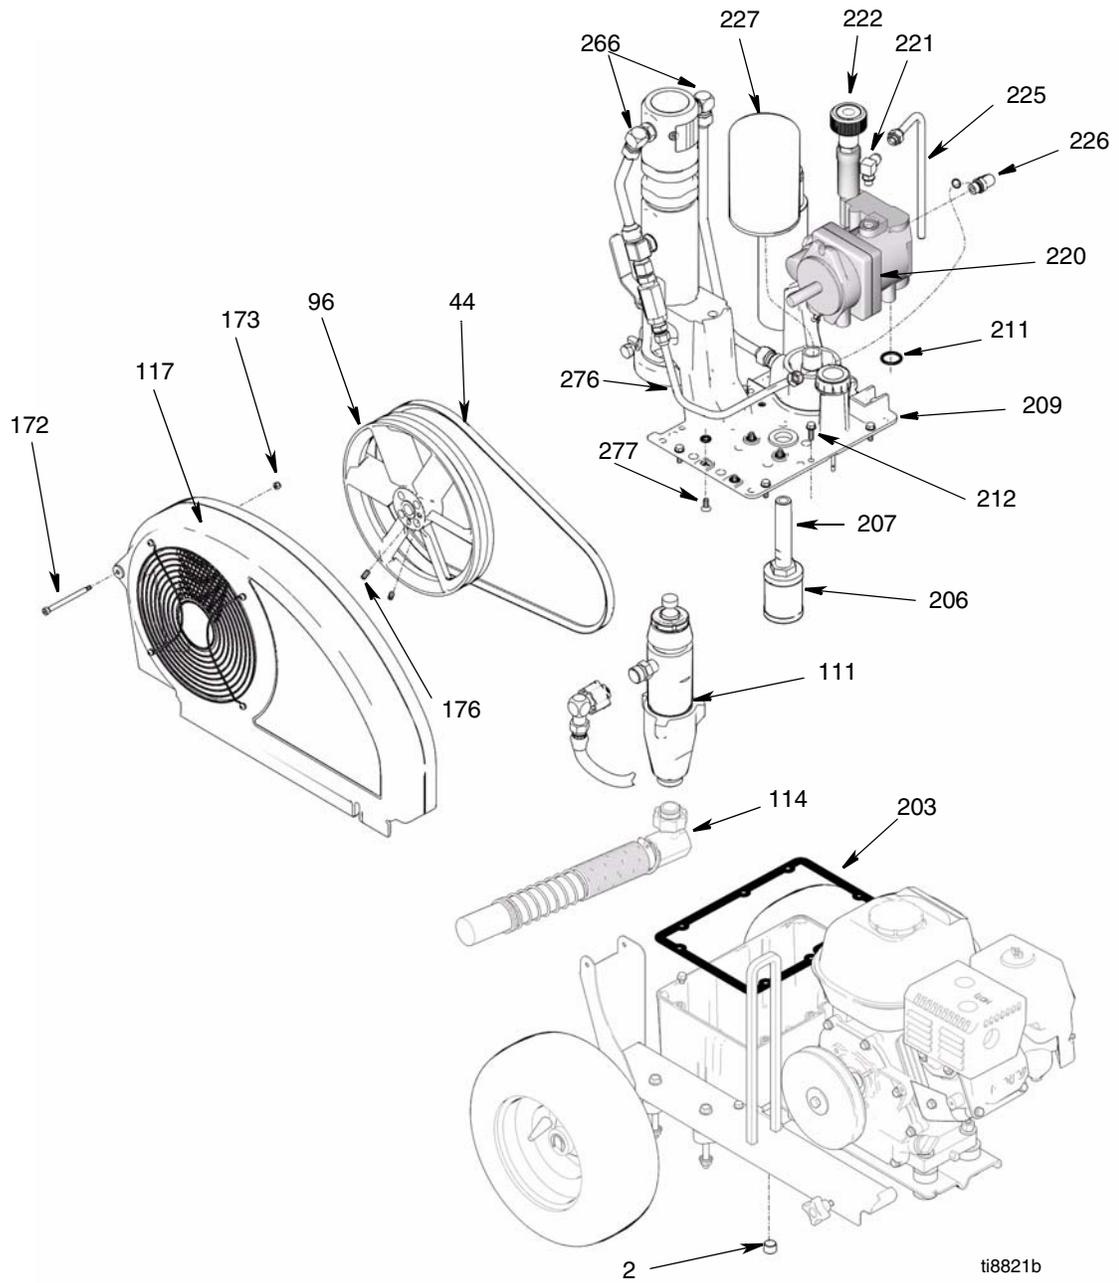

FIG. 2
3. Retire el tapón de drenaje (2) y el filtro de aceite (227) y espere hasta que se drene el aceite hidráulico.
4. Fig. 2. Desconecte el tubo de aspiración (114).
5. Desconecte la bomba (111), página 15.
6. Retire el tornillo (172), la tuerca (173) y la protección de la correa (117).
7. Levante el motor y retire la correa (44).
8. Retire los dos tornillos de fijación (176) y la correa del ventilador (96).
9. Retire el tubo de drenaje del cárter (225).
10. Retire el codo (221).
11. Retire el tubo (276) del codo (226). Retire el codo (226) de la bomba hidráulica (220).
12. Retire los ocho tornillos (212), la tapa del depósito (209), el conjunto del filtro (206) y la junta (203).
13. Retire los cuatro tornillos (277) y la bomba hidráulica (220) de la tapa del depósito (209).
1. Instale la bomba hidráulica (220) en la tapa del depósito (209) con los cuatro tornillos (277); apriete a un par de 90-110 in-lb (10,1-12,4 N·m).
2. Instale la junta (203) y la tapa del depósito (209) con ocho tornillos (212); apriete a un par de 110+/-5 in-lb (12,4 +/- 0,5 N·m).
3. Instale el codo (226) en la bomba hidráulica (220). Instale el codo (226) en el tubo (276). Apriete a un par de 25 ft-lb (33,9 N·m).
4. Instale el codo (221); apriete a un par de 15 ft-lb (20,3 N·m).
5. Instale el tubo de drenaje en la carcasa (225); apriete a un par de 15 ft-lb (20,3 N·m).
6. Instale la polea del ventilador (96) con dos tornillos de fijación (176).
7. Levante el motor e instale la correa (44).
8. Instale la protección de la correa (117) con el tornillo (172) y la tuerca (173).
9. Conecte la bomba (111), página 15.
10. Fig. 2. Conecte el tubo de aspiración (114).
11. Instale el tapón de drenaje (2); apriete a un par de 110 in-lb (12,4 N·m). Instale el filtro de aceite (227); apriete 3/4 de vuelta después de que la junta toque la base. Llene la bomba hidráulica con aceite hidráulico Graco, página 6, a través del orificio del codo (221). Llene el depósito con el aceite hidráulico restante.